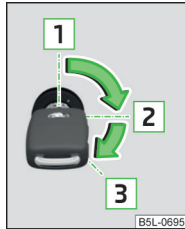

Abb. 120
Positionen des Fahrzeugschlüssels im Zündschloss » Abb. 120
- » Den Schlüssel in die Position **3** drehen » Abb. 120 auf Seite 95, es erfolgt der Startvorgang. Dann den Schlüssel loslassen, der Motor springt automatisch an.
- » Den Schlüssel in die Position **1** » Abb. 120 auf Seite 95 drehen.